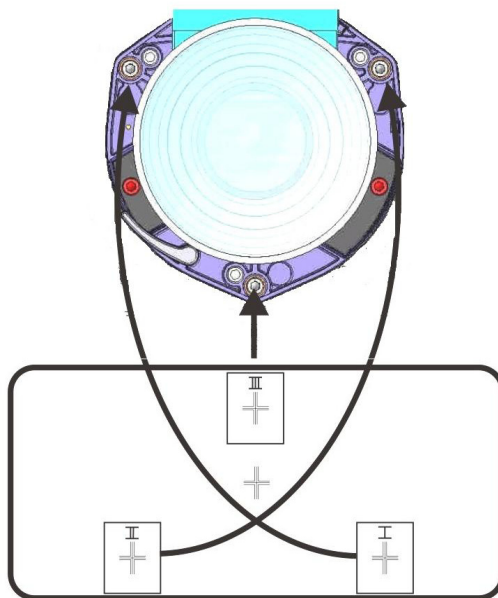

figura 3-1 Modelo de retículo en cruz
3. Consulte la **figura 3-1** para ver cómo afectan los tornillos de ajuste de la montura de la lente a los retículos en cruz correspondientes del patrón de prueba.